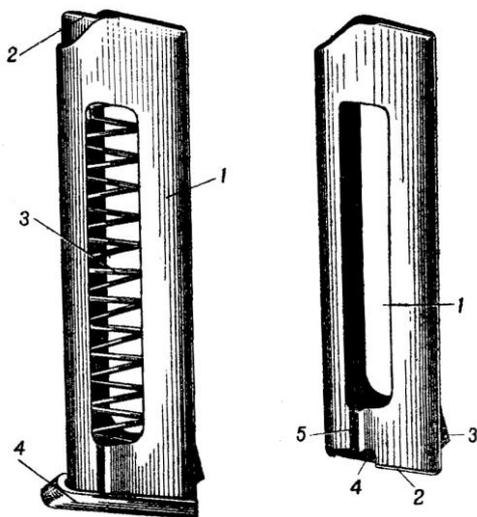

Рис. 39. Магазин:
**29. Магазин** (рис. 39) служит для помещения восьми патронов. Он состоит из корпуса, подавателя, пружины подавателя и крышки.